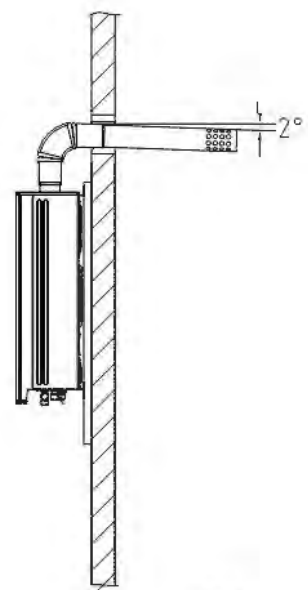

图7
- 烟道水平段应尽可能短,且安装时应有向下倾斜 2° 的坡度,以利于冷凝水和雨水的排出。(如图7)